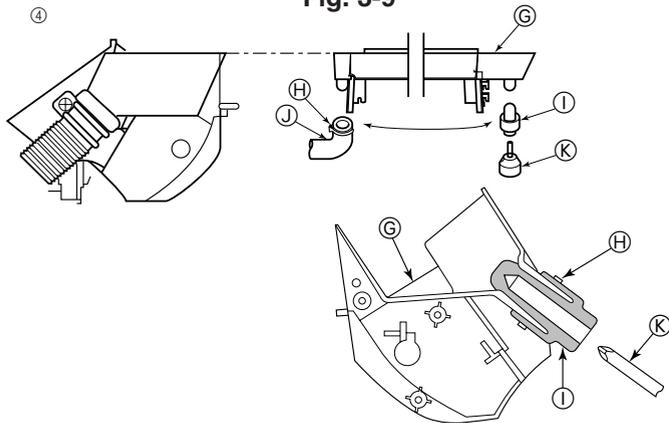

Fig. 3-10
- ④ Дренажный шланг может быть подсоединен в двух различных позициях. Используйте более удобный для Вас вариант подсоединения и, в случае необходимости, измените положение дренажного лотка, резиновой пробки и дренажного шланга. (Fig. 3-10)